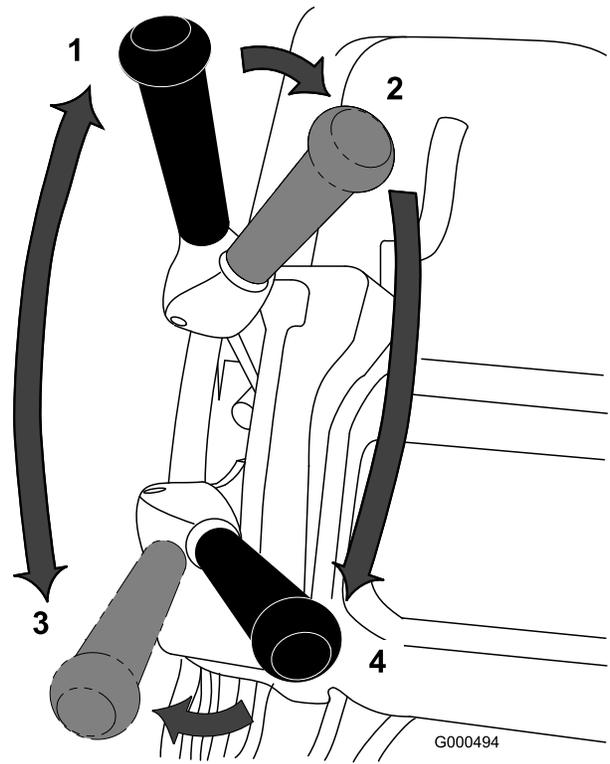

Bild 24
3. Schieben Sie den Fahrtriebshebel in die Stellung „Aktiviert“, geben Sie soviel Gas, bis der Rasenmäher die gewünschte Geschwindigkeit erreicht hat. Fahren Sie den Rasenmäher auf die Rasenfläche, lassen Sie den Rasenmäher vorne ab und starten Sie mit dem Mähen (Bild 24).
1. Starten Sie den Motor, stellen Sie den Gasbedienungshebel auf verringerte Geschwindigkeit, drücken Sie den Griff nach unten, um das Mähwerk anzuheben, schieben Sie den Fahrtriebshebel in die Stellung Aktiviert und transportieren Sie den Rasenmäher an eine Ecke der Rasenfläche (Bild 24).
2. Schieben Sie den Fahrtriebshebel auf die Stellung „Deaktiviert“ und kuppeln Sie den Spindeltriebshebel ein (Bild 24).